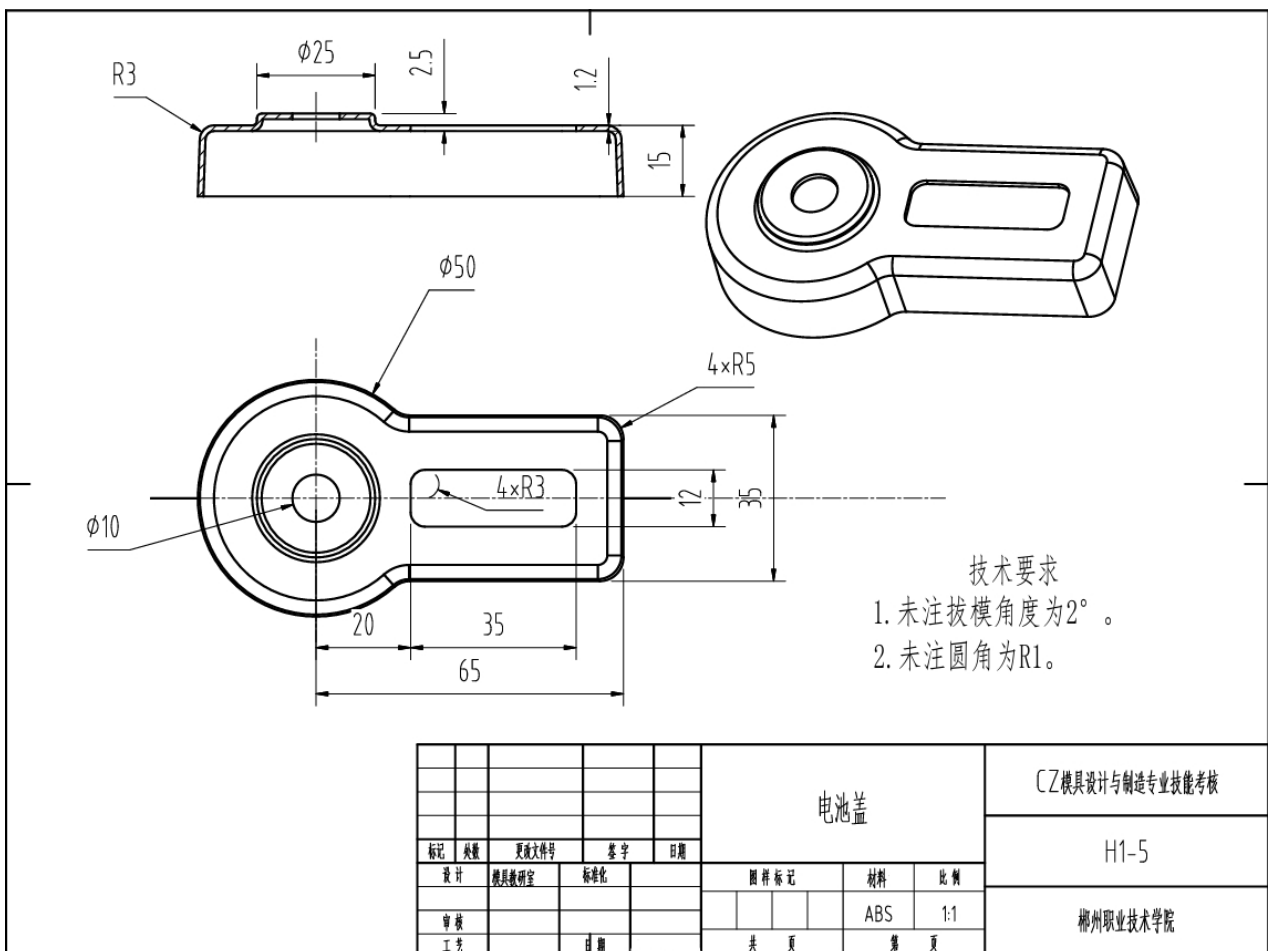

图 H1-5 电池盖
(1) 在F盘下建立考生文件夹，文件夹名称为“场次一工位号—ZM”。塑件三维造型及型腔、型芯设计所完成后的文件都存于此文件夹中；
(2)根据图H1-5要求，进行塑件三维造型设计，文件名称为3DSJ；